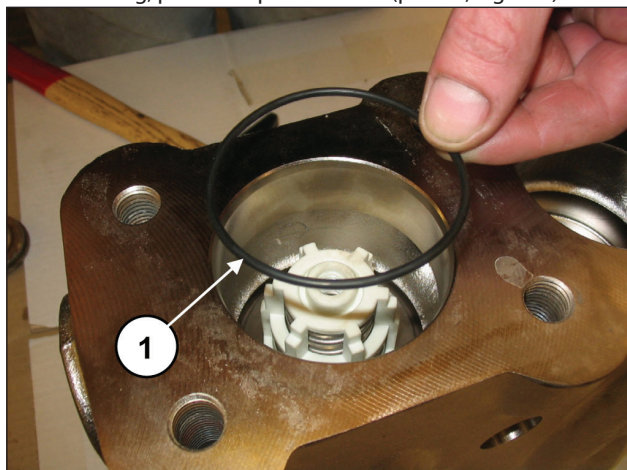

Fig. 110
Insira o O-ring, pos. de explosão nº. 17 (pos. ①, Fig. 110).